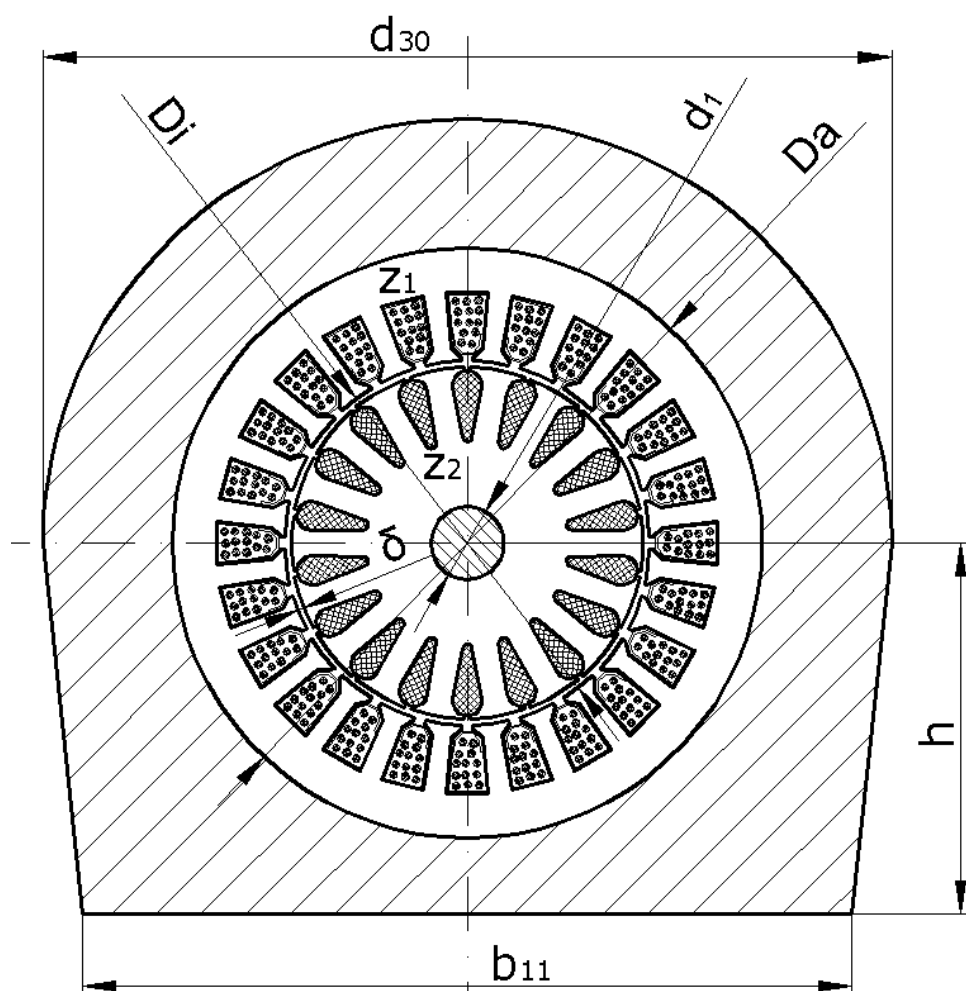

Рис. 12
1. Погодити з викладачем варіант завдання на технічне креслення (табл. 4.1 та рис.12).
1. В табл.4.1. наведені варіанти завдань, що складаються з деяких розмірів поперечного перерізу асинхронної машини з короткозамкненим ротором які позначені на рис.12. Пази статора і ротора беруться з файлів, що створені в комп'ютерних практикумах 1 і 2 згідно власного варіанту.
№ варіанту	Розміри, мм (див. рис.12)